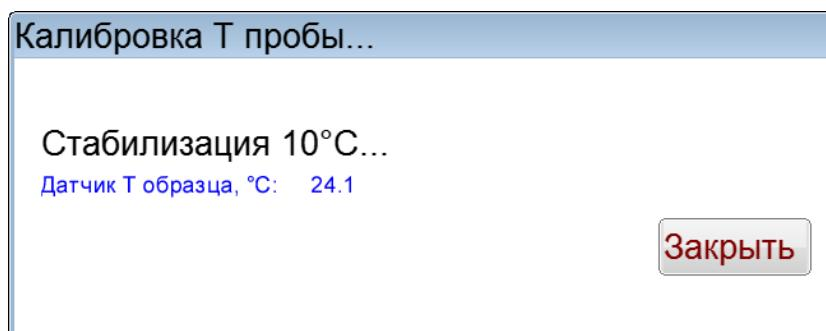

Рисунок 35 – Стабилизация 10°C
5.6.10 Нажать кнопку [Калибровать], после чего откроется окно «Стабилизация Т пробы», в котором будет отображен статус «Стабилизация 10°C» (рисунок 35).